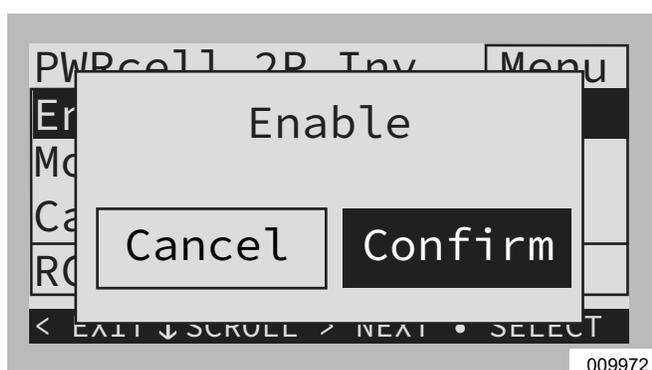

Figura 3-11. Activación y desactivación de dispositivos (3 de 3)
- Consulte la Figura 3-11. Presione la flecha hacia la derecha y el botón central para seleccionar Confirmar.